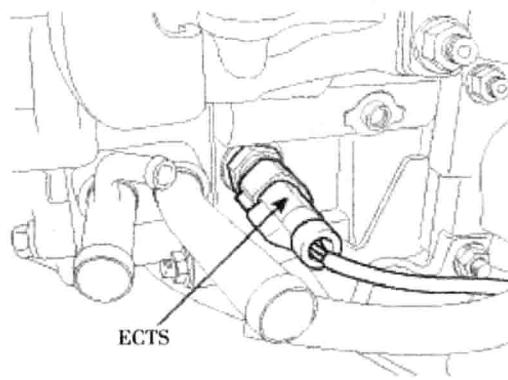

图 1-1-5 冷却液温度传感器 (ECTS) 位置图
(5) 冷却液温度传感器 (ECTS) 位置图如图 1-1-5 所示。